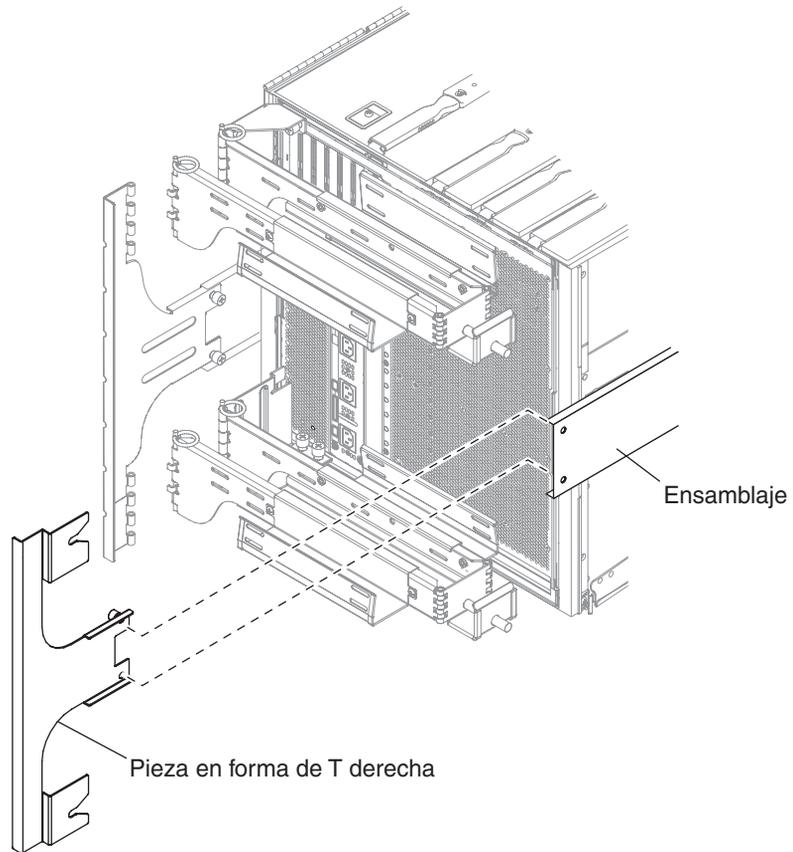

FIGURA 1-24 Montaje de la pieza en forma de T derecha
7. Fije la pieza en forma de T de la derecha en el riel derecho utilizando los dos tornillos prisioneros, FIGURA 1-24.